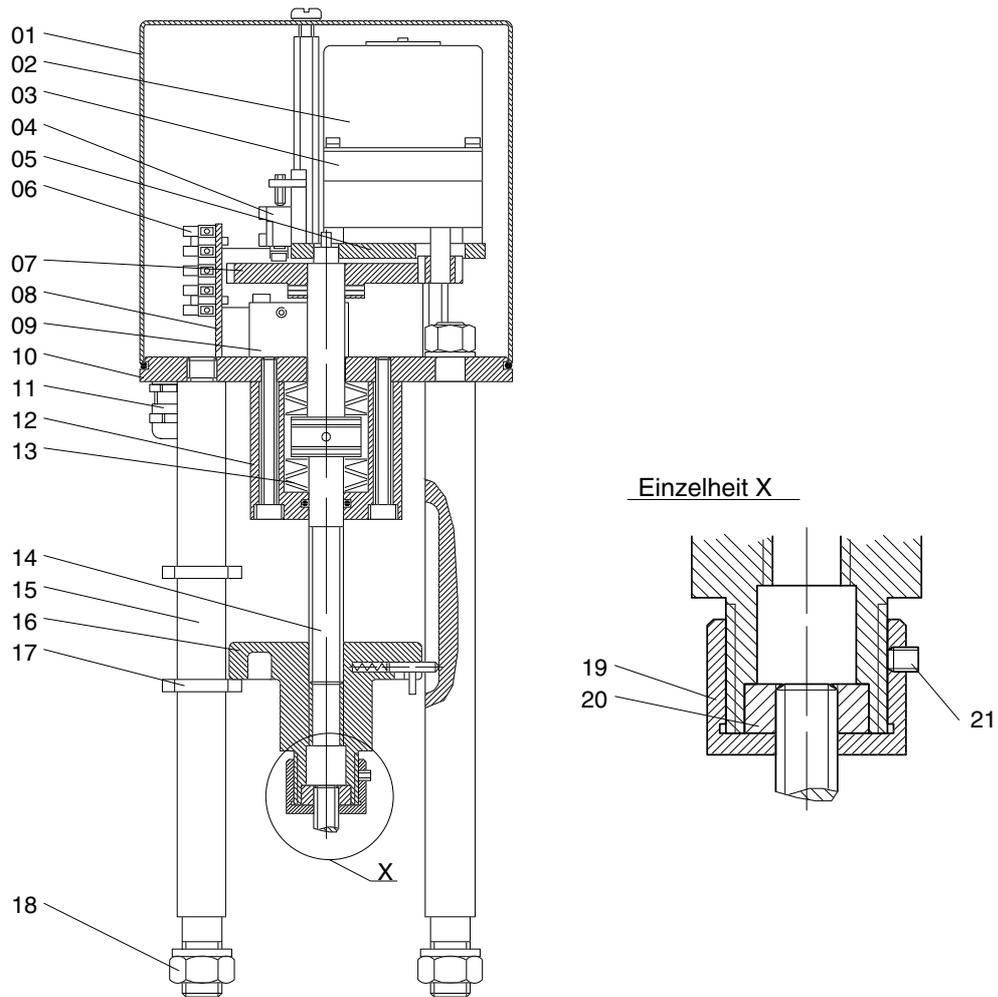

Bild Nr.2
- Gewindestift (21) lösen (siehe Bild Nr.2)
- Überwurfmutter (19) abschrauben
- Muttern (18) abschrauben
- Antrieb auf das Ventil setzen, Muttern (18) festziehen (siehe Bild Nr.2)
- Überwurfmutter (19), und Gewindestift (21) festziehen
- ggf. Ventil in die Endlagen fahren und Klemmringe zur Stellungsanzeige (17) justieren